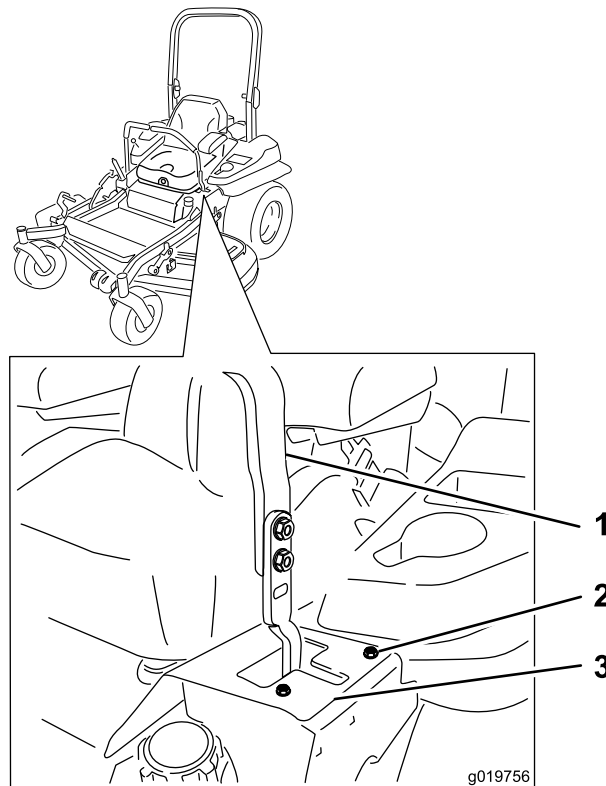

Figura 61
- Si se desvía hacia la izquierda, afloje los pernos y ajuste la chapa del tope derecho hacia atrás en la ranura en T de la derecha hasta que la máquina avance en línea recta (Figura 61).
- Apriete la chapa del tope (Figura 61).
- Si se desvía hacia la derecha, afloje los pernos y ajuste la chapa del tope izquierdo hacia atrás en la ranura en T de la izquierda hasta que la máquina avance en línea recta (Figura 61).